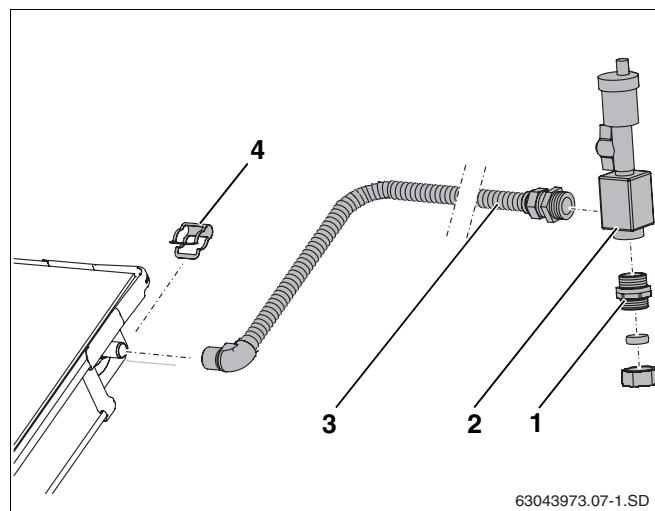

Fig. 37 Montaje del purgador por debajo del tejado
- Coloque el tubo de conexión (fig. 37, **pos. 3**) en la conexión de impulsión del campo de colectores y fíjelo con una abrazadera (fig. 37, **pos. 4**).
- Enrosque firmemente el tubo de conexión (fig. 37, **pos. 3**) y el casquillo doble (fig. 37, **pos. 1**) en el acumulador de aire (junta tórica).
- Conecte el tubo colector al casquillo doble con rosca de conexión (fig. 37, **pos. 1**).